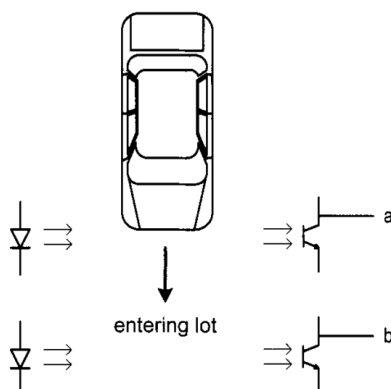

Figura 1
- Monitoreando el estado de los sensores se puede saber si un auto entra o sale, como se representa en la Figura 1.